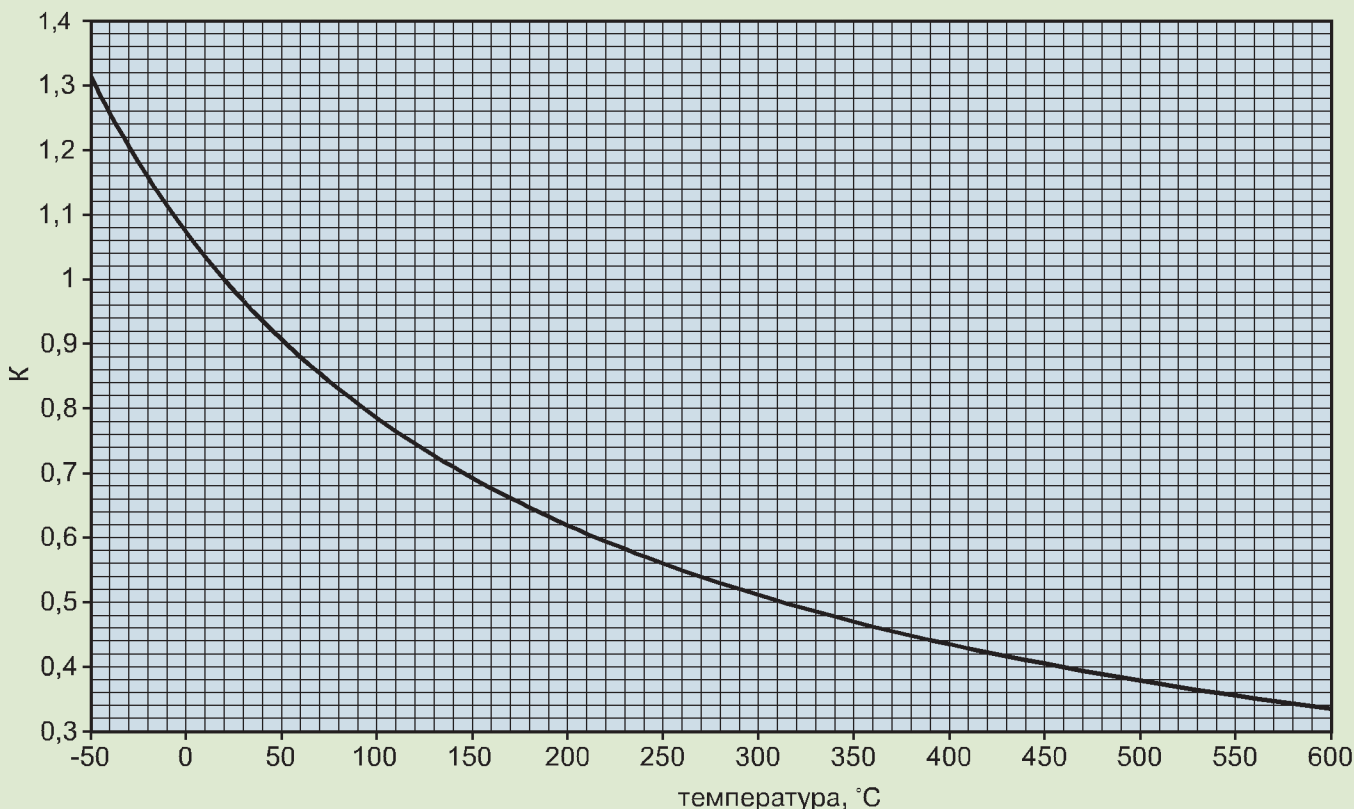

Рис. 2. График зависимости корректирующего фактора k от температуры t газозвоздушной смеси.
Если плотность перемещаемого газа зависит только от температуры, то вместо расчета плотности по формуле (4) удобно использовать график для корректирующего фактора k (Рис.2). Величина плотности ρ' определяется тогда по формуле